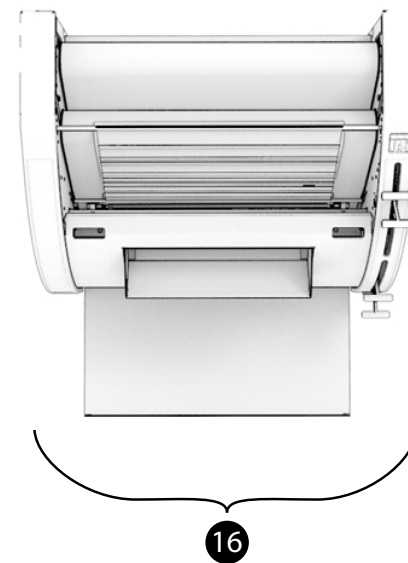

fig.4
- و. اضغط على زر الإيقاف الفوري (إيقاف في حالة الطوارئ) (fig.4, n°19)، من أجل إيقاف الآلة.
افتح ضبط التطويل (fig.4, 5, 6, n°17) على آخره من أجل تسهيل تجفيف البساط عن طريق مرور الهواء.